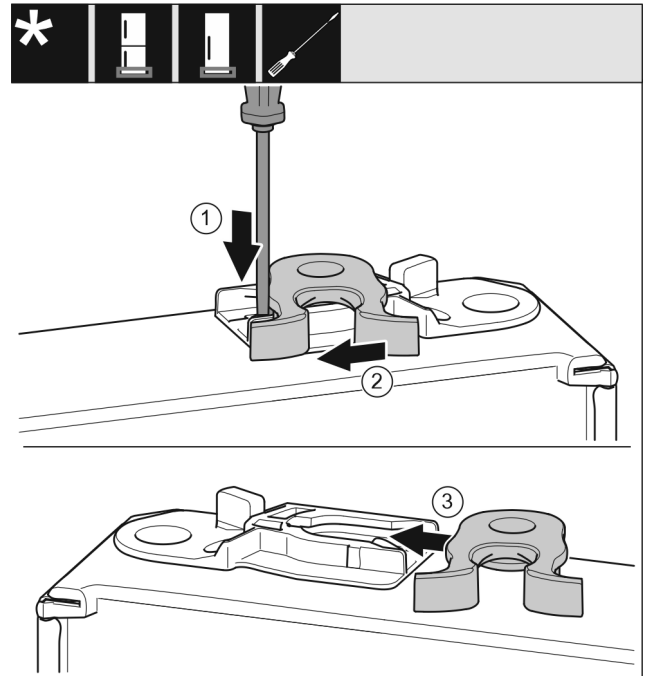

Fig. 19
- ▶ Strip Fig. 19 (1) met een platte schroevendraaier omlaag drukken.
- ▶ Sluithaak Fig. 19 (2) uit de geleiding trekken.
- ▶ Sluithaak Fig. 19 (3) aan andere zijde in geleiding schuiven.